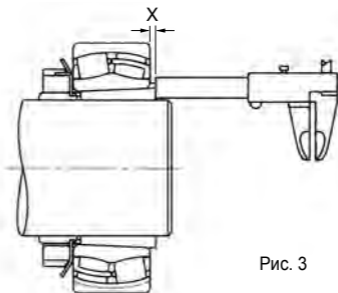

Рис. 3
5. Измерьте размер X , как показано выше на рис. 3.